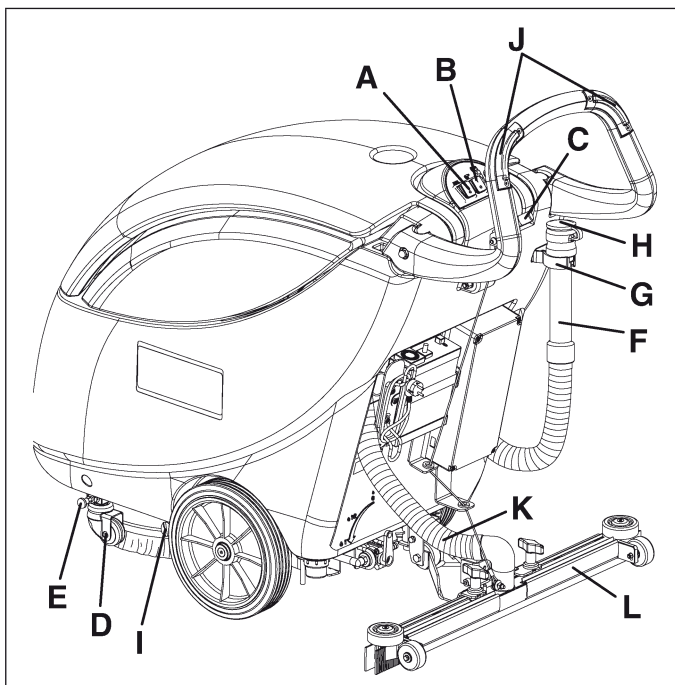

Figure 21
1. Parar la máquina posicionando los interruptores cepillo y aspiración (A y B, Fig. 21) en posición "0".
2. Levantar la boquilla mediante la palanca (C, Fig. 21).
4. Mediante el manillar, levantar el cepillo/filtro y insertar el dispositivo de estacionamiento (D, Fig. 21) de la máquina después de haber insertado la clavija (E).
5. Desenganchar el tubo de descarga del agua de recuperación (F, Fig. 21) del soporte (G), abrir la tapa (H), luego bajar el tubo (F) y vaciar el depósito del agua de recuperación. En caso de trabajo acabado, enjuagar el depósito con agua limpia.
7. Vaciar el depósito de la solución detergente abriendo la válvula de descarga (I, Fig. 21). En caso de trabajo acabado, enjuagar el depósito con agua limpia.
- posicionar el interruptor del cepillo (A, Fig. 21) en posición "1"
- con el cepillo/portafiltro en posición de levantamiento, pulsar por unos segundos uno o ambos los interruptores (J, Fig. 21), luego soltarlos: esta operación causa el desenganche del cepillo/portafiltro.